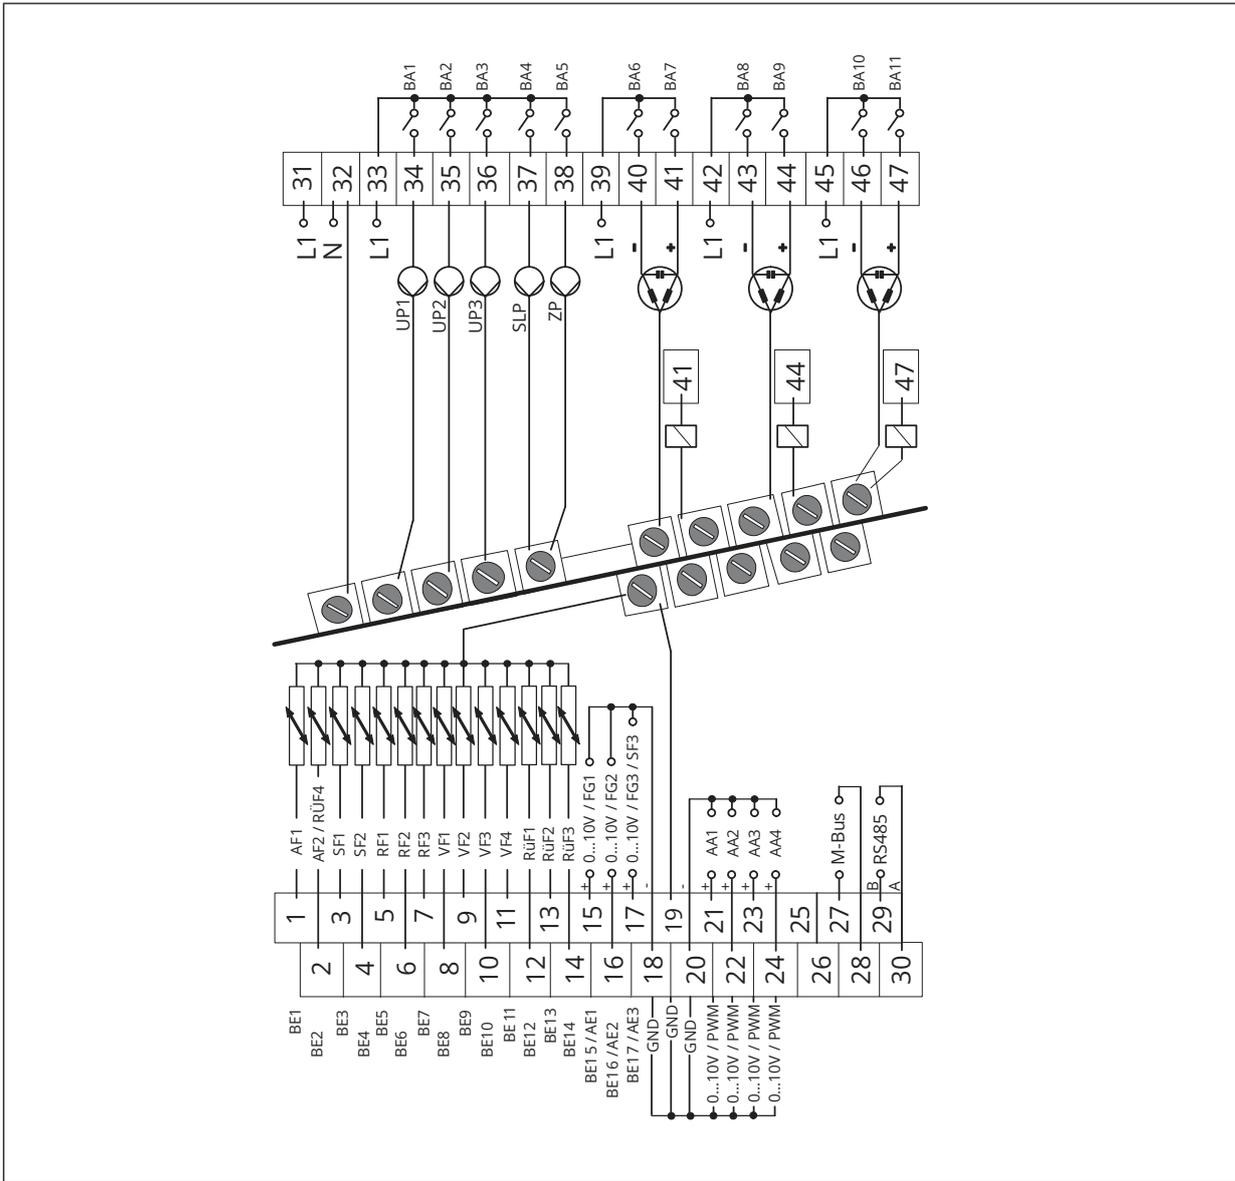
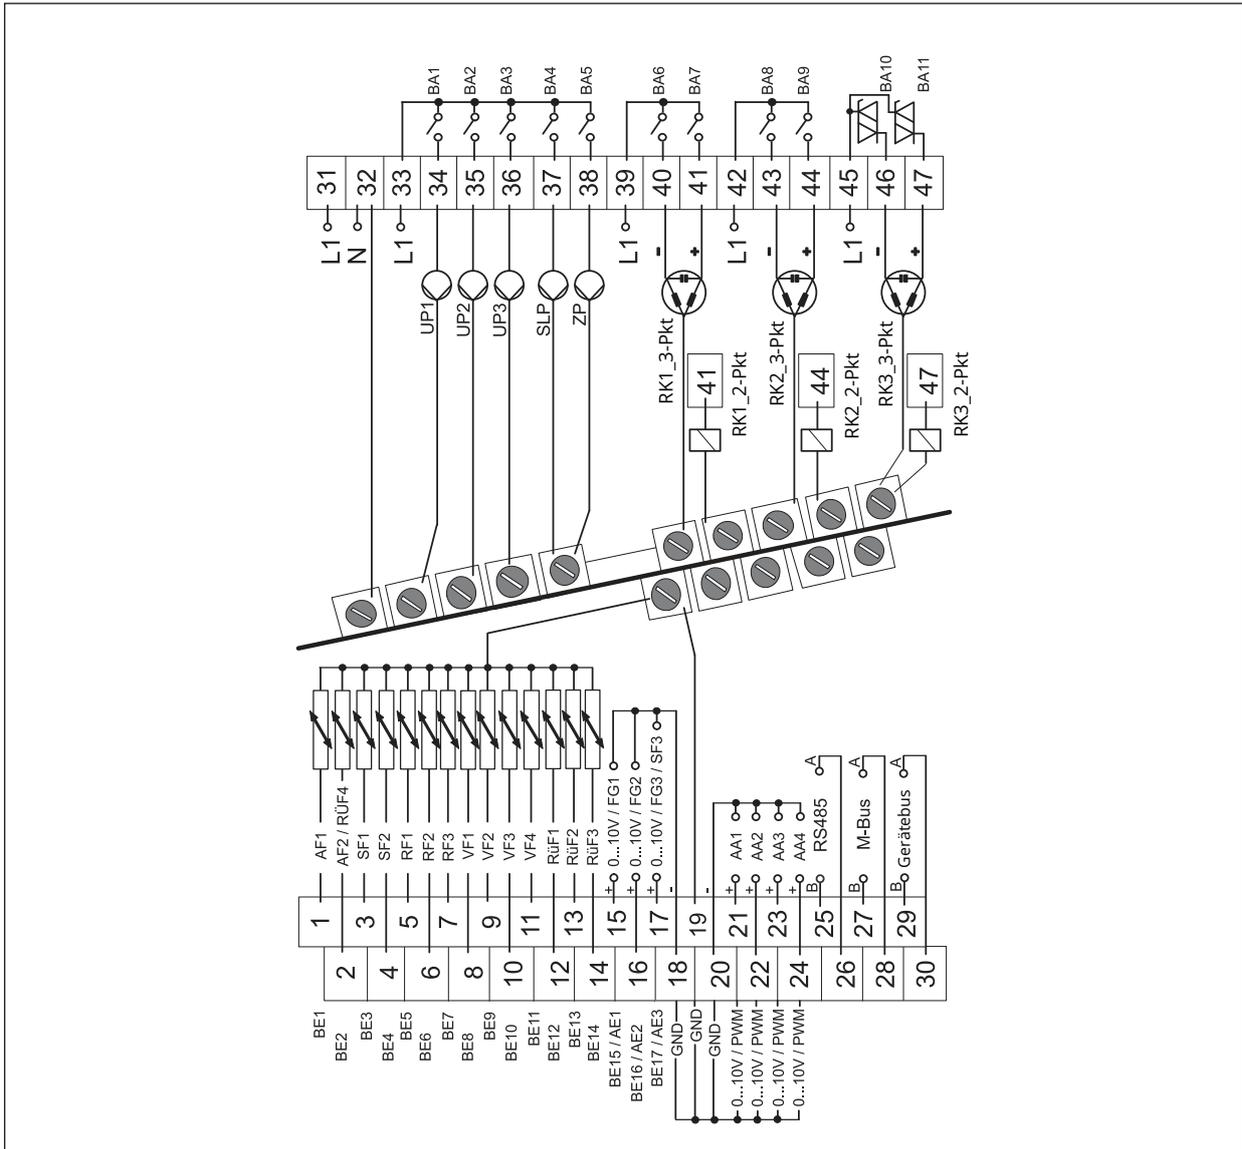

Bild 3: Elektrischer Anschluss TROVIS 5578-1113
Bild 4: Elektrischer Anschluss TROVIS 5578-1114
- ⇒ Elektrischen Anschluss nach Bild 3 (TROVIS 5578-1113) oder Bild 4 (TROVIS 5578-1114) vornehmen.